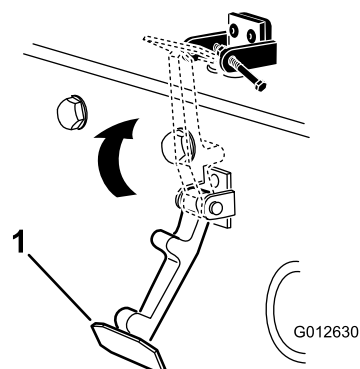

Bild 7
6. Haken Sie den Riegel in die Halterung des Motorhaubenriegels (Bild 7).